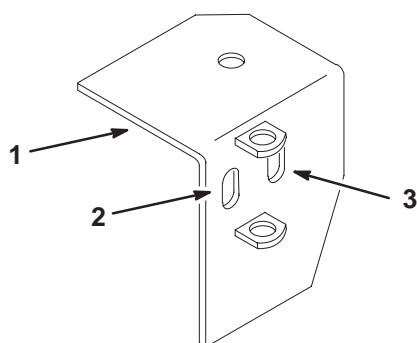

**Figure 7**
4. Enfilez la nouvelle poulie double sur l'arbre de pivot en prenant soin que le mot **Top**, estampé sur la poulie la plus grande, soit tourné vers le haut. Fixez l'ensemble avec la rondelle-frein (5/8 pouce) et l'écrou (5/8 pouce) retirés précédemment (Fig. 7).
6. Montez la courroie d'entraînement du plateau de coupe existante sur la poulie inférieure (Fig. 7).